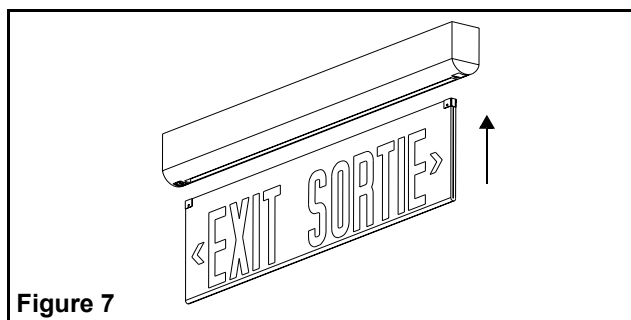

Figure 7
3. Retirer partiellement l'enveloppe protectrice qui recouvre le panneau de l'enseigne. Enfoncer le panneau, avec les fixations de coins, dans la fente de la plaque de finition jusqu'à ce que les fixations soient engagées (voir fig. 7). Tirer légèrement sur le panneau pour vérifier qu'il soit bien engagé. Enlever l'enveloppe protectrice.